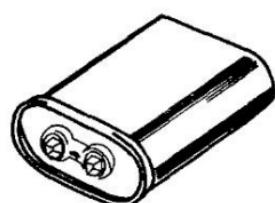

Рис. 38.
11.2. Рабочий конденсатор постоянно включен в рабочую цепь. Несмотря на большие габаритные размеры, емкость его относительно низкая. Рабочий конденсатор, повышает КПД и создает необходимый крутящий момент для пуска электродвигателя с постоянно расщепленной фазой. Одна из клемм рабочего конденсатора помечена красной точкой (рис. 38). При дефекте конденсатора эта клемма быстрее замыкается на корпус. Если клемму с красной точкой соединить с пусковой клеммой двигателя, то произойдет повреждение обмотки. Другую (непомеченную) клемму конденсатора соединяют с пусковой клеммой электродвигателя.